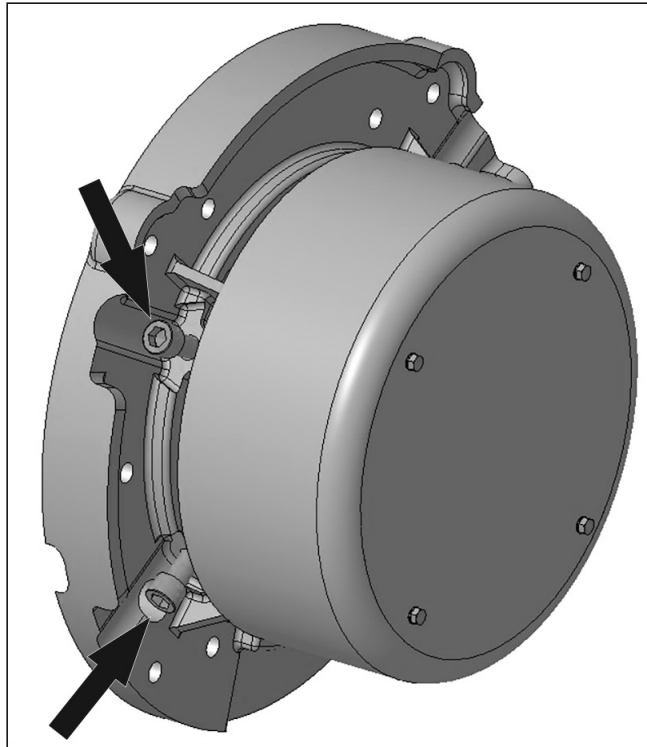

図 15. ローター輸送用サポートネジの取り外しと取り付け手順
4. 輸送用サポートネジを付属の4本のブランキングネジと交換し、50 Nmで締め付けます。参照: 図 15 ページ 25。
2. 非駆動側ベアリング キャップの 4 つのブランキングネジを見つけて取り外します。参照: 図 15 ページ 25。